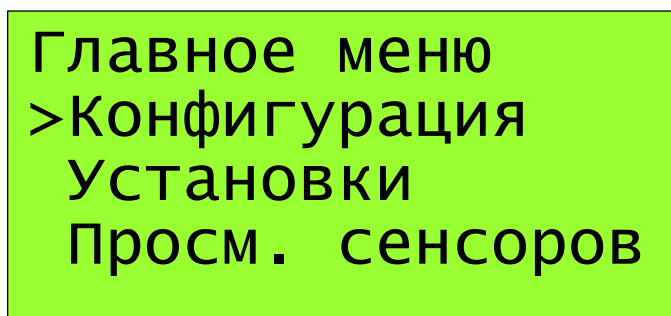

Рис. 12
7.3.1. Вход в режим **Главного меню** из режима «Измерение» производится нажатием клавиши «**Esc**» на клавиатуре контроллера ИКТС-11.1. Соответствующий вид ЖК индикатора показан на *Рис. 12*.